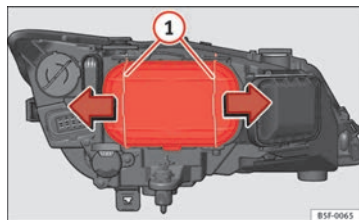

Fig. 180 Luz de cruce
- Desplace los tirantes ⇒ fig. 180 ① en el sentido de la flecha y saque la tapa.